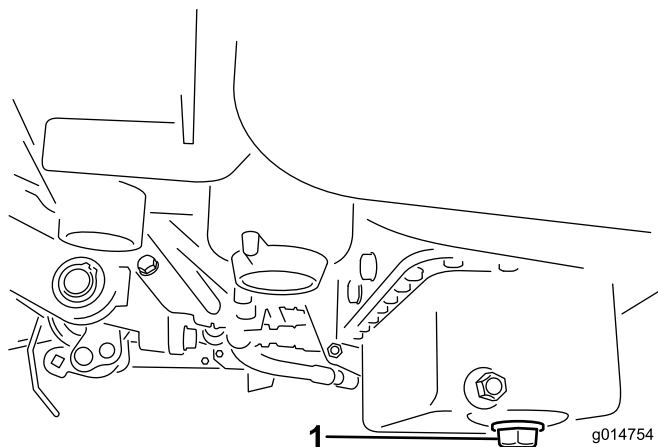

Figure 45
- Retirez le bouchon de vidange et laissez couler l'huile dans un bac de vidange. Remettez le bouchon quand la vidange est terminée (Figure 45).